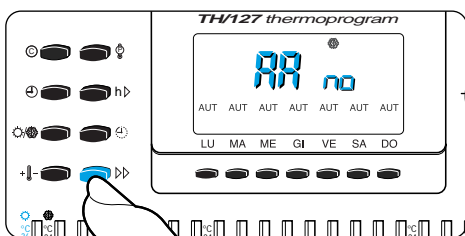

Fig. 38
12.4 - Premere il pulsante \gg (fig. 38) per escludere l'anticipo automatico.